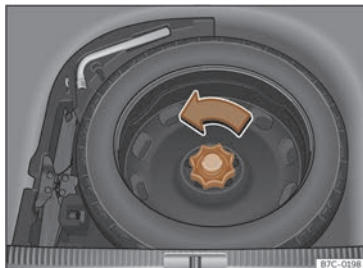

**Fig. 211** Dans le coffre à bagages : plancher de chargement soulevé.
- Tournez la molette dans le sens inverse des aiguilles d'une montre»» **fig. 211**.